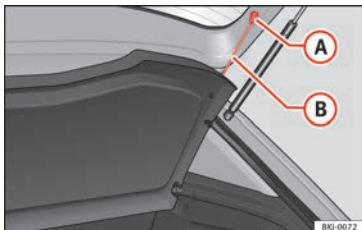

Fig. 160 Dans le coffre à bagages : dépose et repose de la plage arrière.
- Décrochez les tirants de fixation » **fig. 160 B** de leurs logements **A**.
- Accrochez les tirants de fixation » **fig. 160 B** sur le capot de coffre.